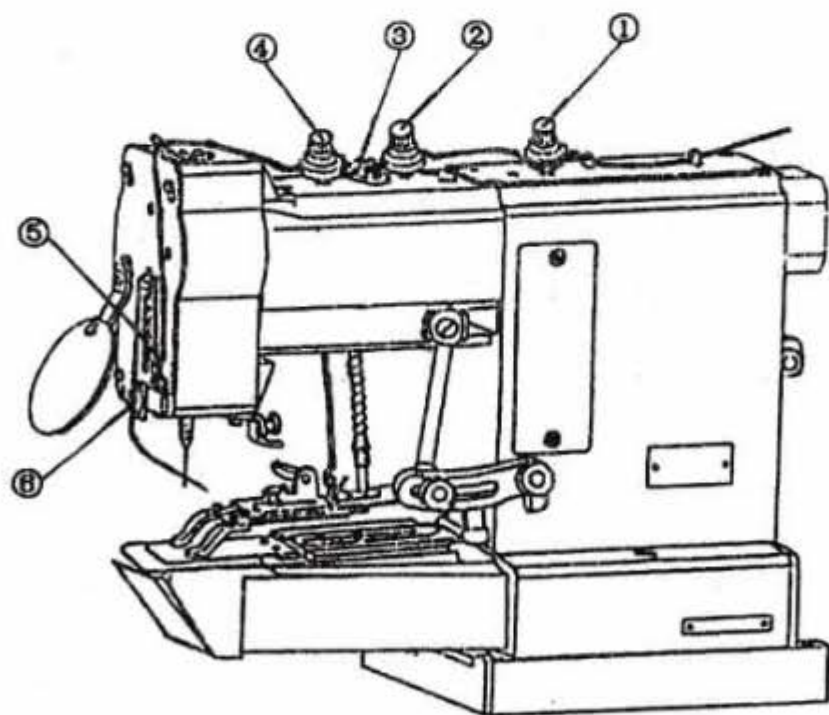

图9 Fig.9
5. 穿线方法和压线器压力的调节(见图9)
当穿线错误时,会直接影响缝纫质量。请按图9正确穿线。